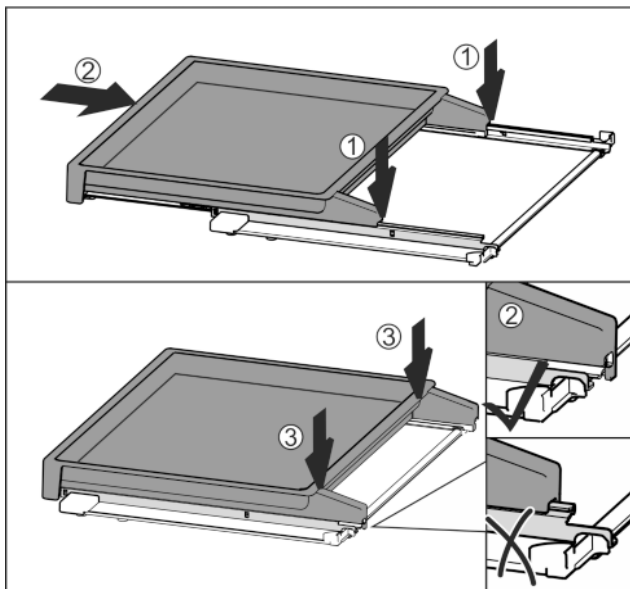

Fig. 38
- ▶ Pange keskel siinidele Fig. 38 (1).
- ▶ Lükake väljatõmbetahvel täiesti sisse Fig. 38 (2).
- ▶ Vajutage tagumisele küljele, kuni see kuuldavalt fikseerub Fig. 38 (3).